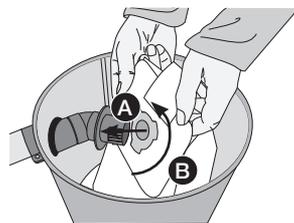

Figure 15
4. Assurer l'étanchéité en insérant le sac jusqu'à la bague de rétention (figure 15-A).
Effectuer une rotation du sac d'environ 20°, s'assurant que les dents du sac ne sont plus alignées avec les pointes de l'adaptateur (figure 15-B).
Ensure adequate sealing by inserting bag as far as the retention ring (figure 15-A).
Rotate bag (20°) (figure 15-B) to ensure tabs on bag adaptor are no longer aligned with the slots in the bag collar.